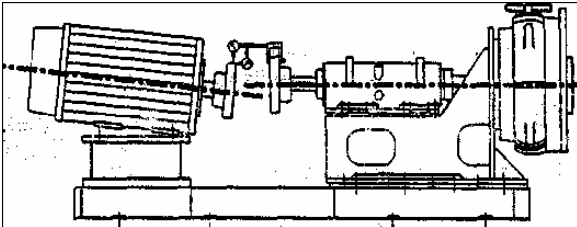

Рис.6А
3. **ПОКАЗАНИЕ С ОТРИЦАТЕЛЬНЫМ ЗНАКОМ** - Полумуфты в нижней точке отстоят друг от друга больше, чем в верхней. Откорректируйте положение, подняв опоры привода добавлением прокладок или опустив опоры привода с помощью удаления прокладок, (Рис. 6А).